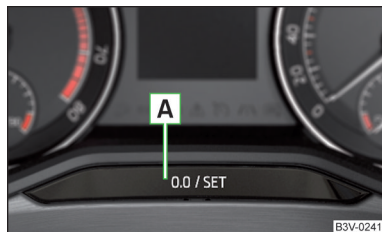

Fig. 50
- Mantenga pulsada la tecla **A** » fig. 50 hasta que se muestre en la pantalla el punto de menú **Servicio**.